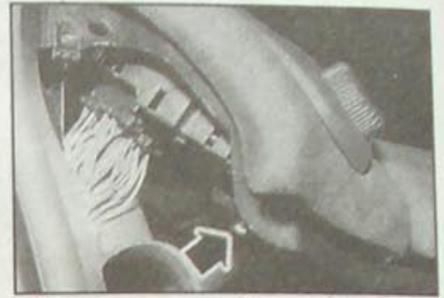

Рис. 13.40. Расположение винта крепления левого пульта управления отоплением
- Снимите левый и правый пульты управления отоплением и системой кондиционирования (рис. 13.40).